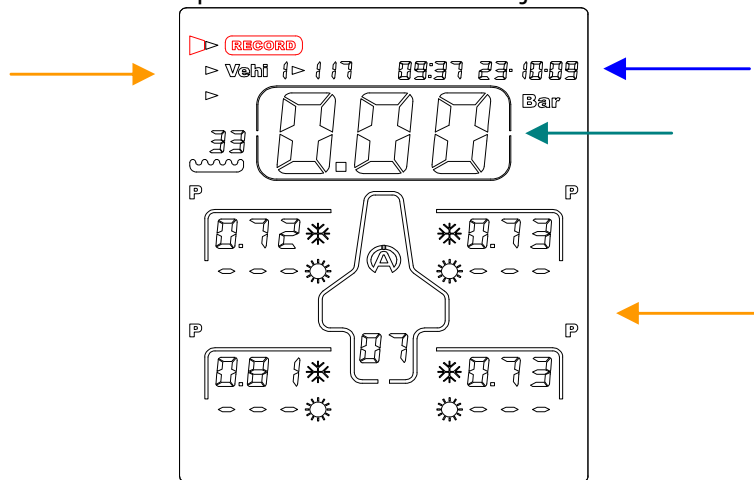

Figura 1
1) Com a ajuda dos botões  , seleccione o ícone "**RECORD**" (figura 1)